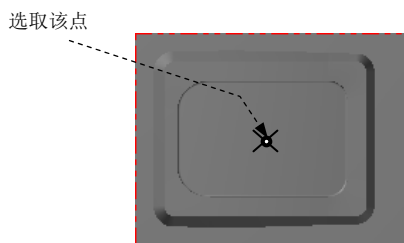
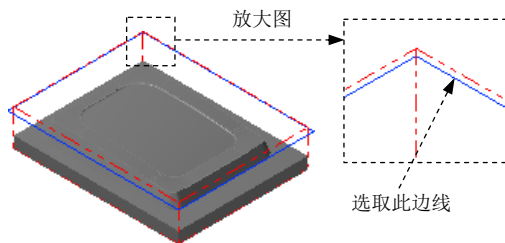
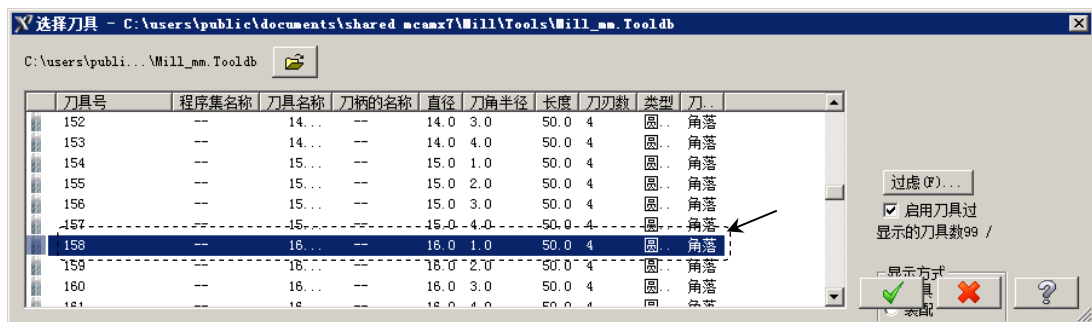

图 5.4 定义基准点
图 5.5 绘制矩形边界
图 5.7 “选择刀具”对话框
Step1. 绘制矩形边界。单击顶视图按钮，选择下拉菜单 →  命令，系统弹出“矩形”工具栏。在“矩形”工具栏中确认按钮被按下，选取图 5.4 所示的坐标原点，然后在后的文本框中输入值 145，在后的文本框中输入值 115，按 Enter 键。单击按钮，完成矩形边界的绘制，结果如图 5.5 所示。
(2) 设置加工边界。在  区域中单击按钮，系统弹出“串连选项”对话框。在图形区中选取图 5.5 所示的边线。单击按钮，系统返回至“刀具路径的曲面选取”对话框。
(3) 单击 按钮，完成加工区域的设置，同时系统弹出“曲面粗加工挖槽”对话框。
Step5. 选择刀具。在“曲面粗加工挖槽”对话框中单击 按钮，系统弹出“选择刀具”对话框，在该对话框的列表框中选择图 5.7 所示的刀具。单击 按钮，关闭“选择刀具”对话框，系统返回至“曲面粗加工挖槽”对话框。